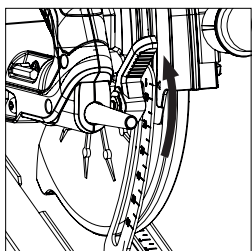

Abb. 10
- Lösen Sie die Verriegelung für die Tiefenanpassung, indem Sie den Sperrhebel nach oben ziehen. **(Abb. 10)**